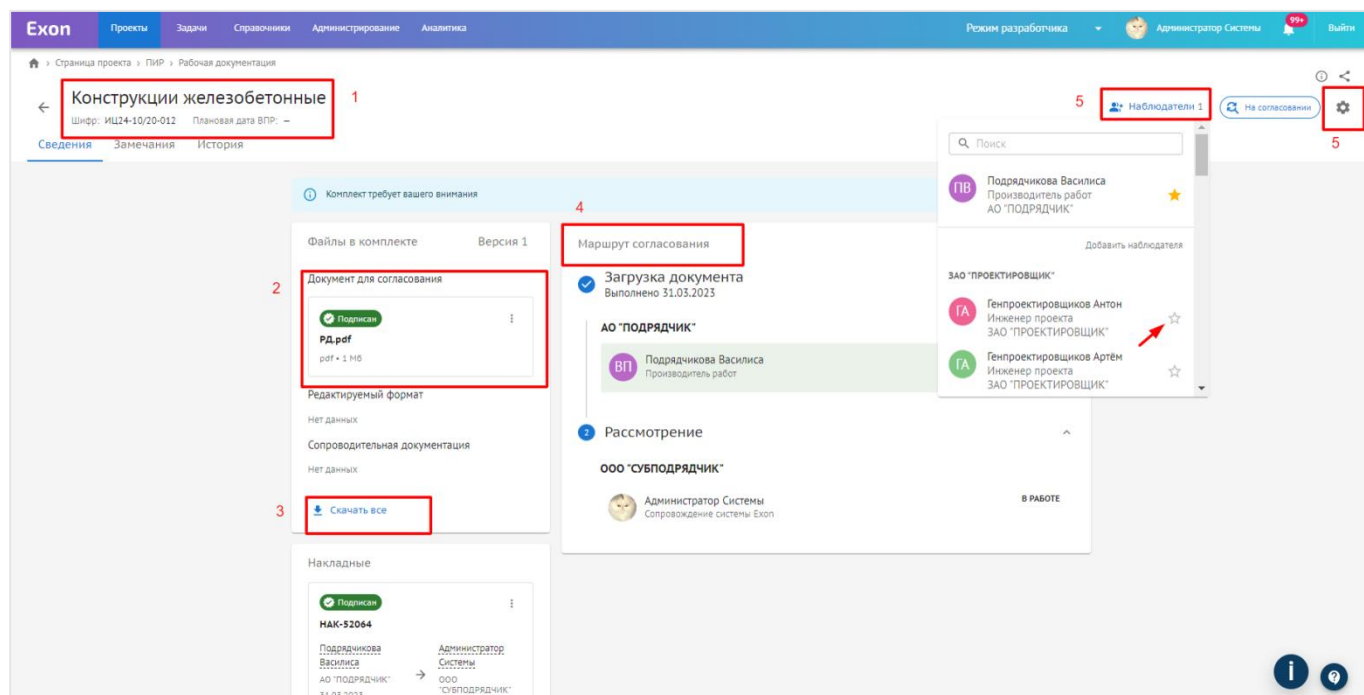

Рис. 30 - Карточка документа
три точки с открепленной и прикрепленной электронной подписью (2); кнопка для скачивания сопроводительной документации и редактируемого формата (3); маршрут согласования, где отображаются оставленные комментарии при совершении действий с документом (4). За файлом можно назначить наблюдателей, это те люди, которые не согласовывают и не подписывают документ, но им приходят системные уведомления, обо всех изменениях в маршруте документа. Для того чтобы назначить наблюдателя, необходимо отжать звезду напротив имени сотрудника (5), так же рядом дублируется актуальный статус документа, а через шестеренку можно отредактировать информацию, которая вводилась вручную (6) (рис. 30).